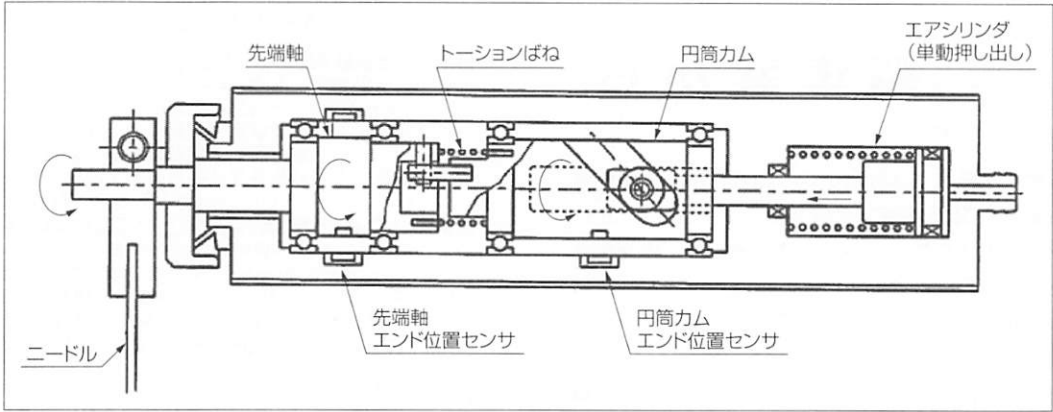
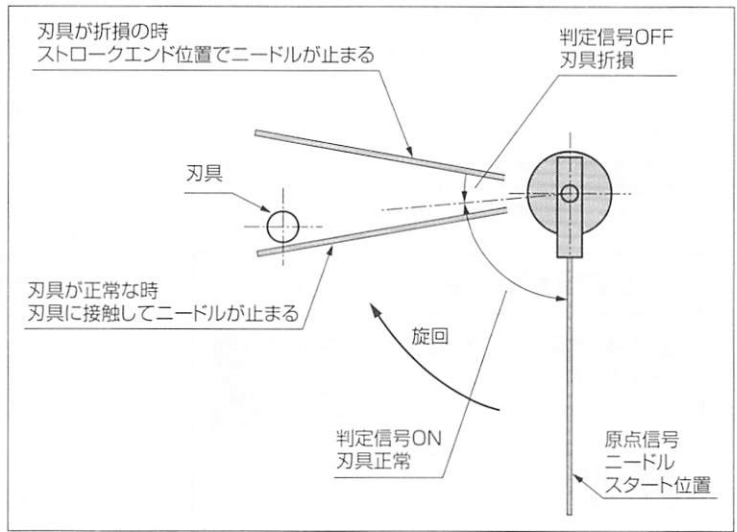

図8 円筒部の構造断面図
図9 作動図
- ① 駆動はすべて機械式で、図8は円筒部の構造断面図で円筒カムとエアシリンダで駆動する。また、図9は作動図を示す。
- ② 円筒カムの回転をトーションばねの付勢で先端軸に伝える。
- ③ 先端軸に取り付けられたニードルが工具に当たると、円筒カムはエンドまで回動するが、先端軸は工具に当たって止まる。
- ④ 工具が折損してニードルに当たらなかった場合、先端軸は円筒カムに追従してエンド位置まで回転する。
- ⑤ 円筒カムと先端軸にはそれぞれに対し、エンドに達したことを確認するセンサが設けられている。
- ⑥ 円筒カムのエンド位置センサが作動したと